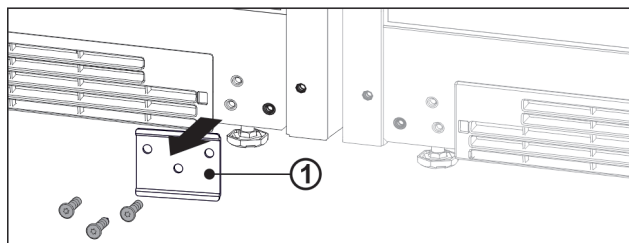

Fig. 14
- ▶ Pokud je nainstalován plech Fig. 14 (1), odšroubujte jej.